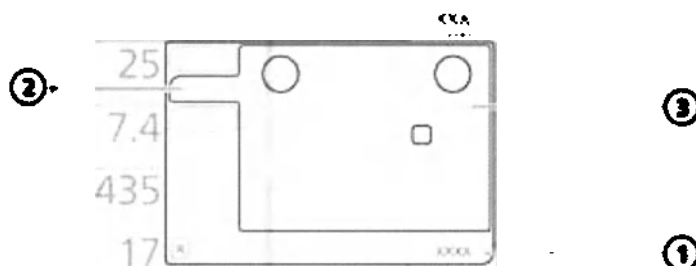

Рисунок 5-6. Настройки на вкладке «Больше» окна «Управление»
3. Откройте окно «Управление» -> «Больше» (рис. 5-6), после чего выберите и измените необходимые параметры.
2. Откройте окно «Управление» -> «Больше» (рис. 5-6), после чего выберите и измените необходимые параметры.